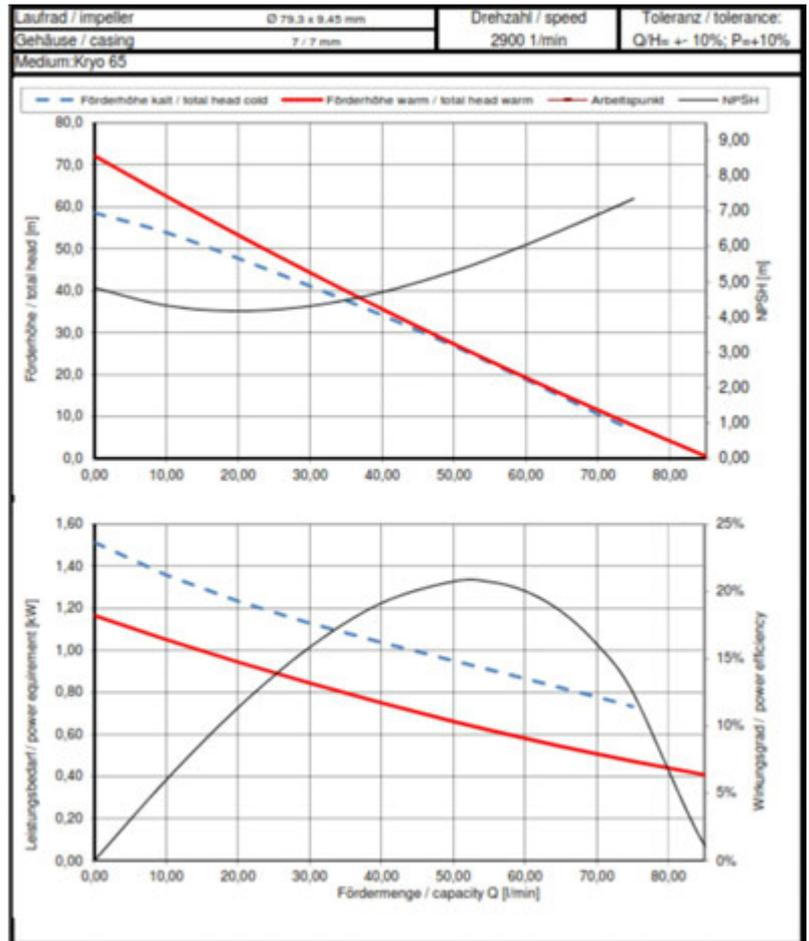
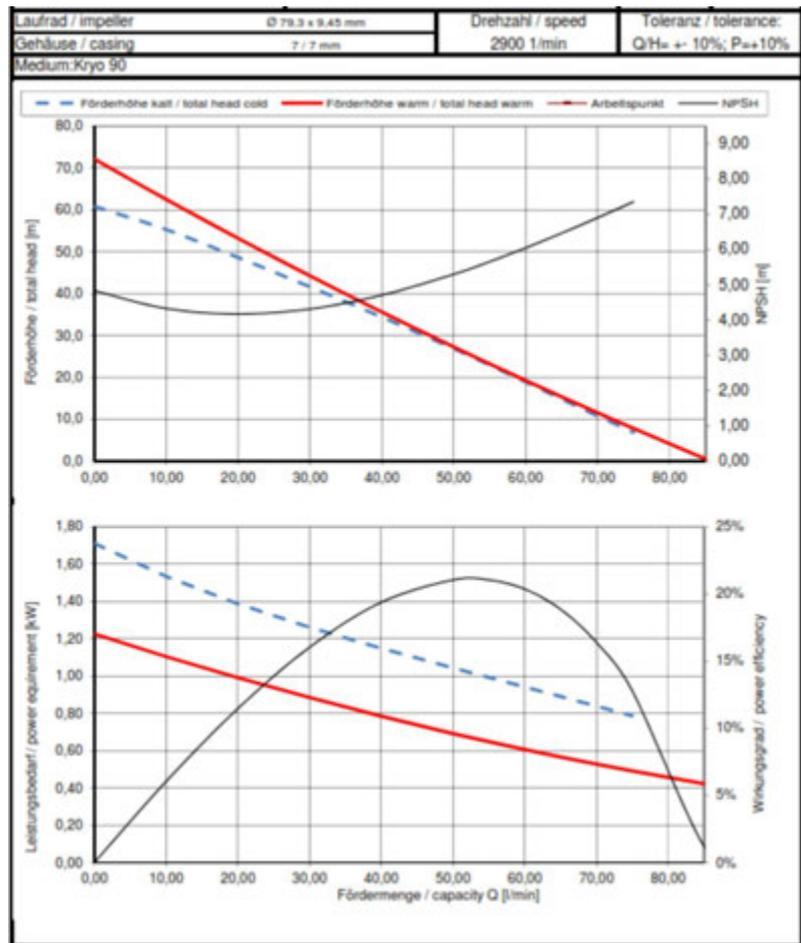

Fig. 10: Courbe caractéristique de la pompe KHS 3560 W
Fig. 11: Courbe caractéristique de la pompe KHS 2190 W
**voir aussi Voir la Fig. 10 et Voir la Fig. 11